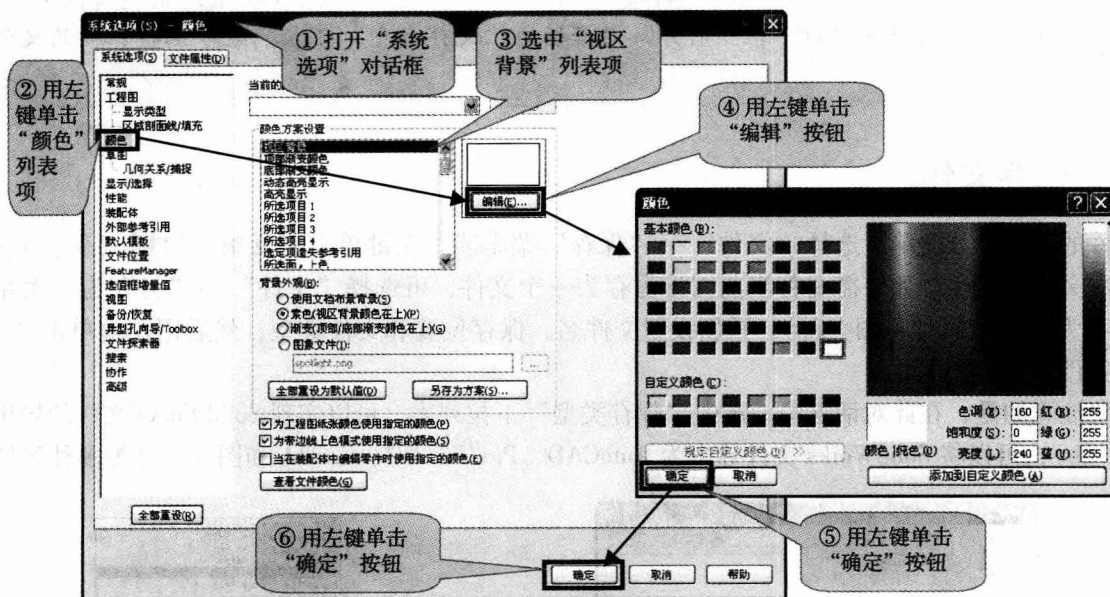

图 1-9 设置“视区”颜色
步骤 1 打开“系统选项”对话框 新建一个零件类型的文件，选择“工具”→“选项”菜单，或者用左键单击工具栏的（选项）按钮，打开“系统选项”对话框，如图 1-9 所示。
步骤2 选择视区背景选项 具体步骤如图 1-9 中的①~③所示。
步骤3 设置背景颜色 具体步骤如图 1-9 中的④~⑥所示。